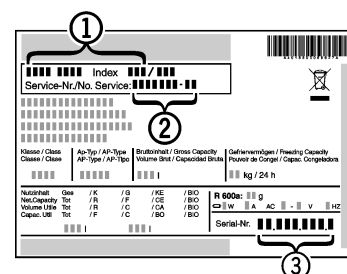

Fig. 14
- ▶ Denominación del aparato Fig. 14 (1), nº del servicio técnico Fig. 14 (2) y nº de serie Fig. 14 (3) en la placa de identificación. La placa de identificación se encuentra en la parte interior izquierda del aparato.
- ▶ Informe al servicio postventa e indique el fallo, la denominación del aparato Fig. 14 (1), el nº del servicio técnico Fig. 14 (2) y el nº de serie Fig. 14 (3) .